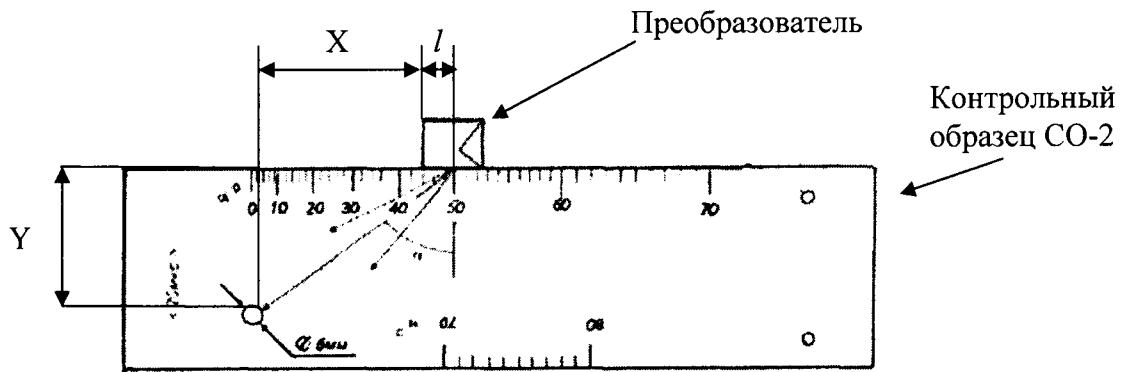

Рисунок 2
5.5.2 Установить наклонный преобразователь на поверхность контрольного образца СО-2 таким образом, чтобы фактическая точка выхода была у отметки по шкале "α" контрольного образца, соответствующей номинальному значению угла ввода преобразователя ( $\alpha_n$ , градус), указанному в маркировке преобразователя (рисунок 2).